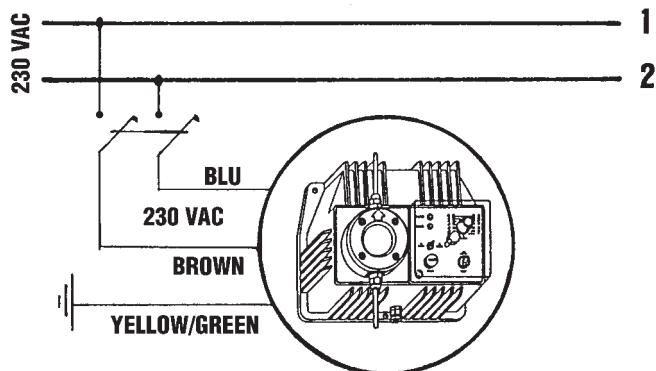

Fig. 4
❶ Installare la pompa lontana da fonti di calore in luogo asciutto ad una temperatura ambiente massima di 40°C, la temperatura minima dipende dal liquido da dosare che deve rimanere sempre allo stato fluido.
❷ Rispettare le norme in vigore per quanto riguarda l'installazione elettrica. Nelle fig. 4, 5 e 6 sono riportati alcuni esempi di corretta installazione elettrica in funzione delle tensioni disponibili.
❶ Install the pump away from heat sources and in a dry place with room temperature not exceeding 40°C (104°F); the minimum working temperature of the pump depends on the liquid to be metered (which obviously has to remain in a liquid state).
❷ Electrical installation should conform to your local regulations. Fig. 4, 5 and 6 indicate some examples of correct electrical installation in relation to power supply.